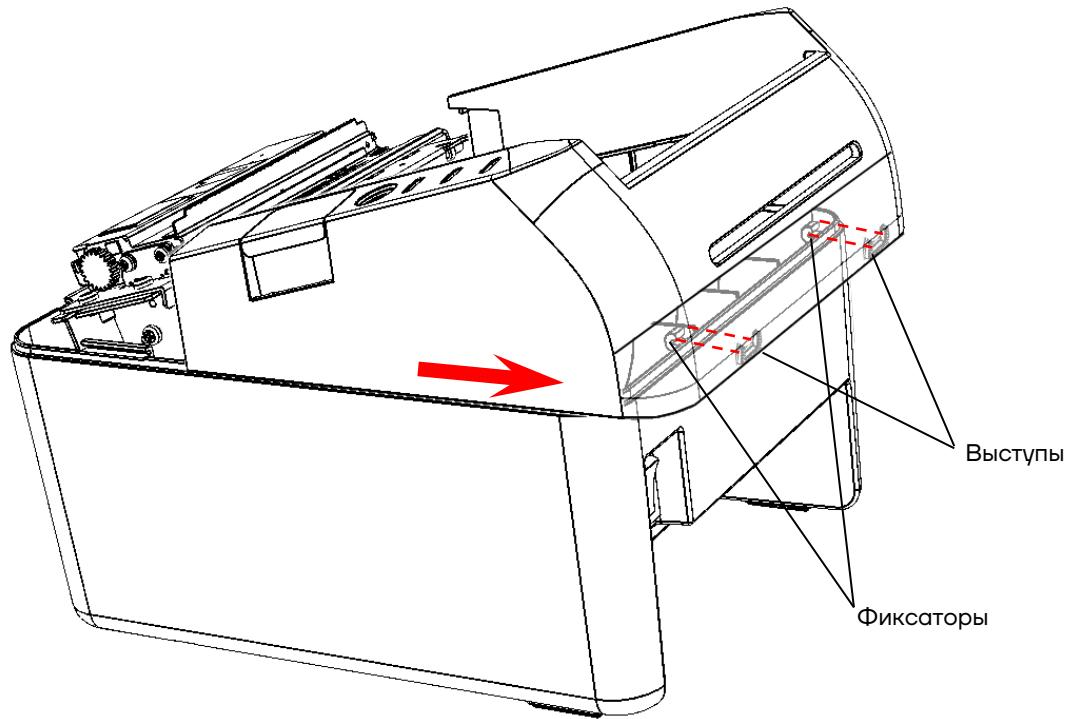

Рисунок 12. Смещение верхней части корпуса (задние фиксаторы)(крышка лотка для ЧЛ условно не показана)
**5** При смещении верхней части корпуса освободятся фиксаторы и с задней стороны нижней части корпуса ККТ (см. рисунок 12).